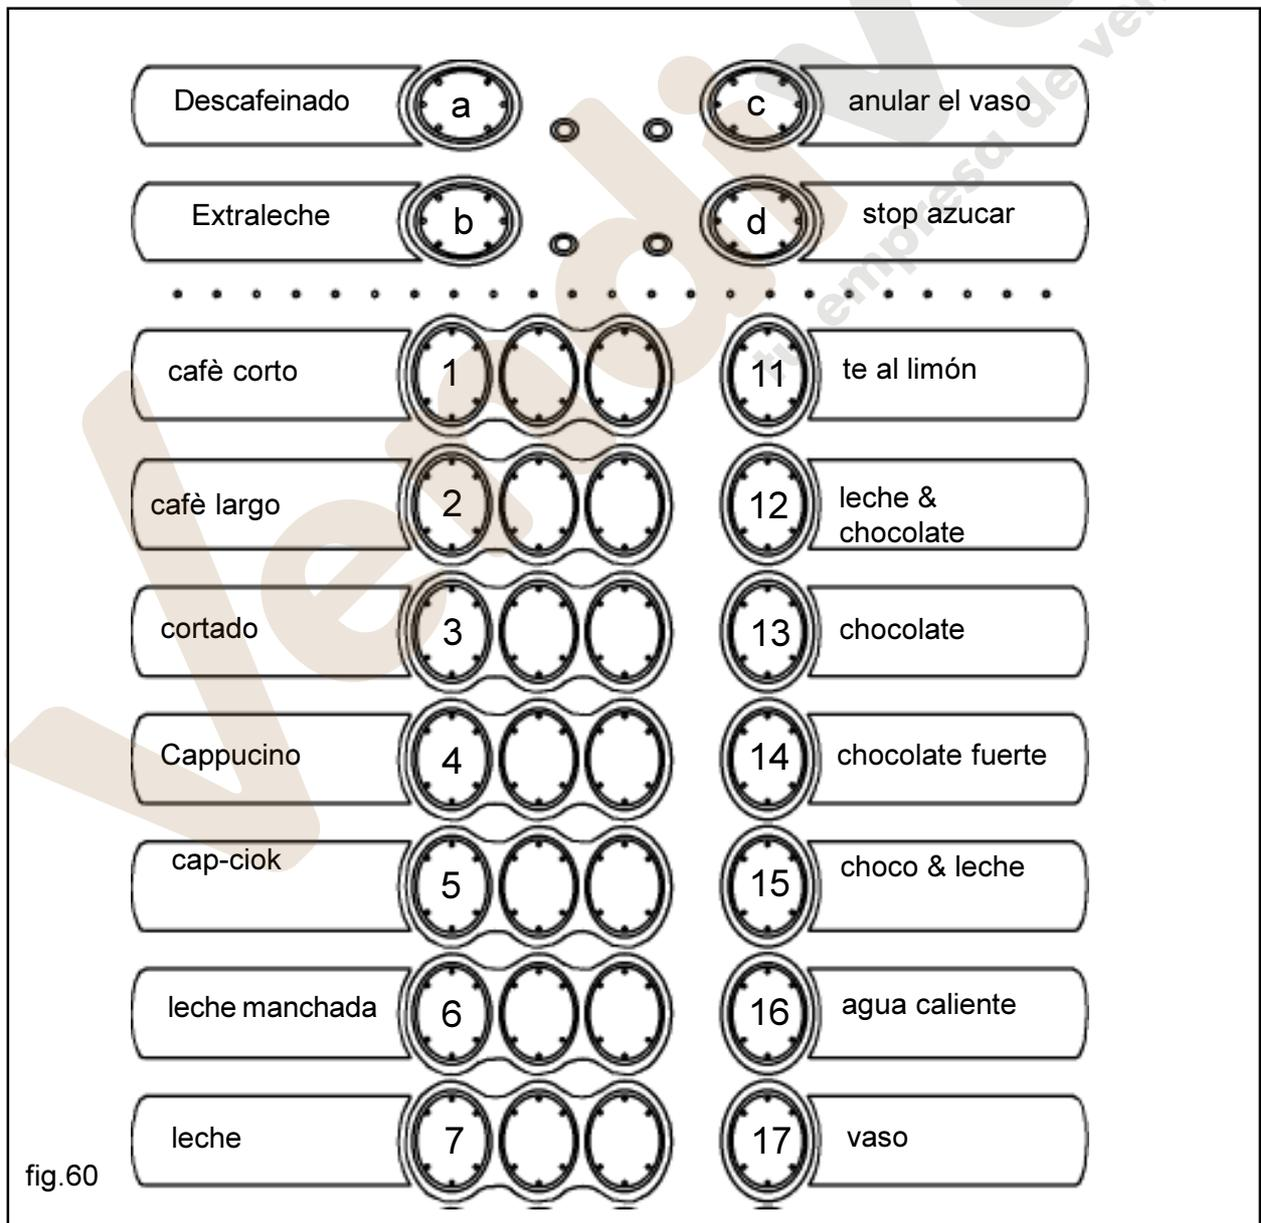

fig.60
- Las etiquetas que indican las selecciones se colocan en las ranuras pertinentes siguiendo el orden indicado en la fig. 60.
Para la programación se utiliza algunas teclas del teclado de selección (fig. 60), en concreto:
TECLADO (fig. 60)
En la modalidad de SERVICIO, primero hay que pasar al modo de SELECCIÓN pulsando la tecla 2 (fig. 60) y después acceder a la PROGRAMACIÓN pulsando la tecla 1 (fig. 60).